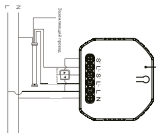

Рисунок 2.1
- с выключателем для штор (см. рисунок 2.1);